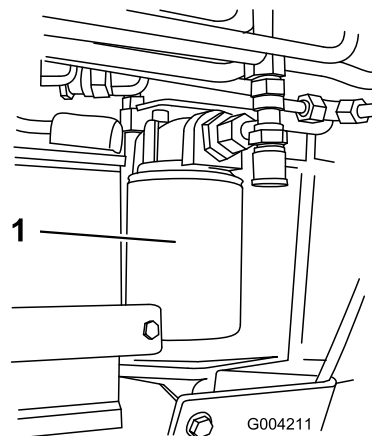

図 62
4. フィルタの下にオイルを受ける容器をおく 図 62。
5. 古いフィルタ 図 62 を外し、フィルタのアダプタガasketの表面をきれいに拭く。
7. アダプタに新しいフィルタを取り付ける 図 62。ゴム製ガasketがアダプタに当たるまで手でねじ込み、そこから更に  $\frac{3}{4}$  回転増し締めする。